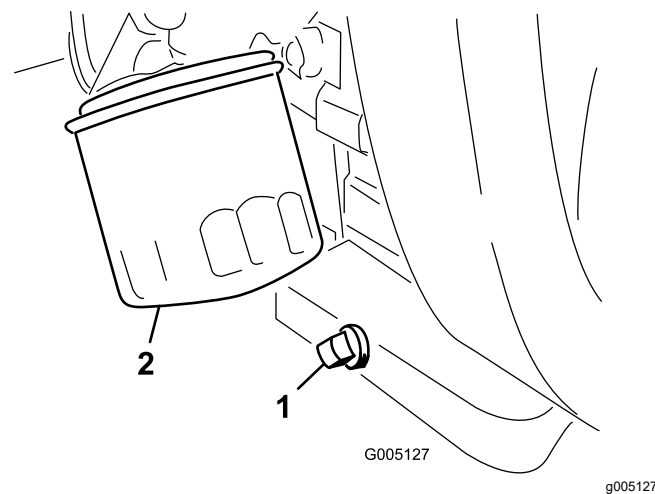

Figure 34
2. Nettoyez le filetage du bouchon de vidange, enduisez-le de produit d'étanchéité au PTFE et remettez le bouchon en place (Figure 34).
3. Déposez le filtre à huile (Figure 34).
1. Retirez le bouchon de vidange (Figure 34) et laissez couler l'huile dans un bac de vidange.